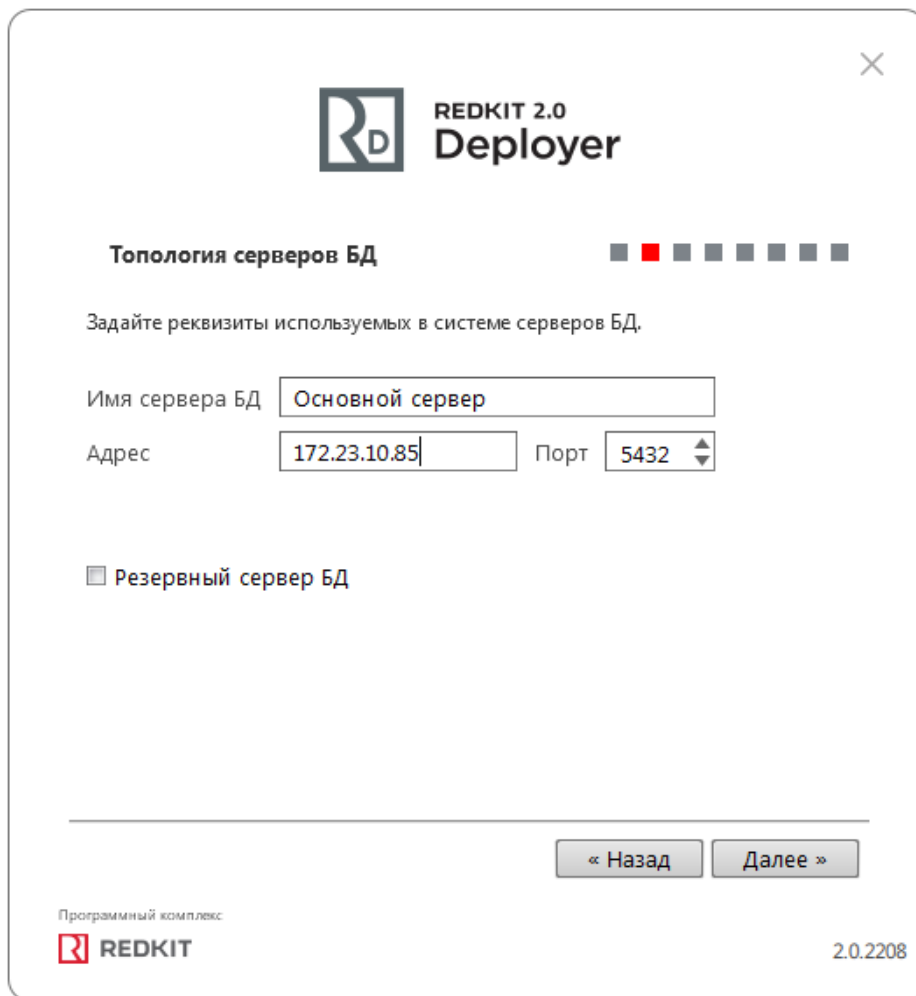

Рисунок 99 - Топология серверов БД
5. Укажите реквизиты серверов БД: имя сервера БД (длина имени БД ограничена 16 символами), IP-адрес основного сервера. Порт должен соответствовать порту, на котором запускается postgres. Нажмите **Далее** (Рисунок 99).